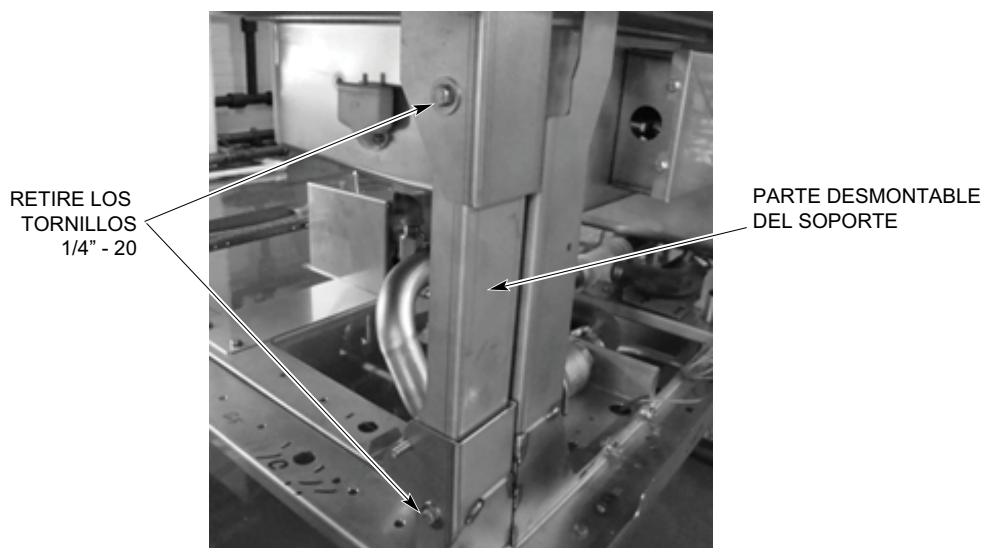

Figura 6
2. Retire la parte del soporte frontal desmontable de la sección de descarga donde se montará la caja de control. Esto permitirá que los cables previamente instalados en la caja de control, pasen libremente a través del ensamblaje del soporte (Figura 6).